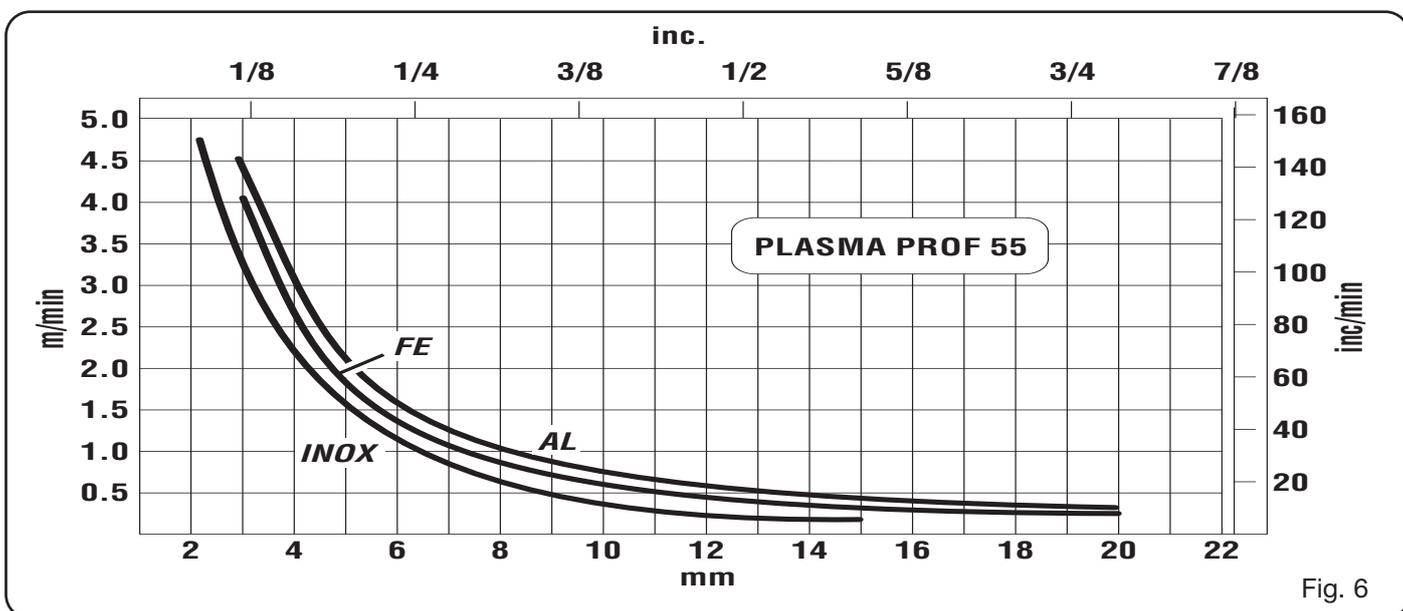

Fig. 6
- Spessore eccessivo del pezzo (vedere diagramma velocità di taglio, fig. 6)